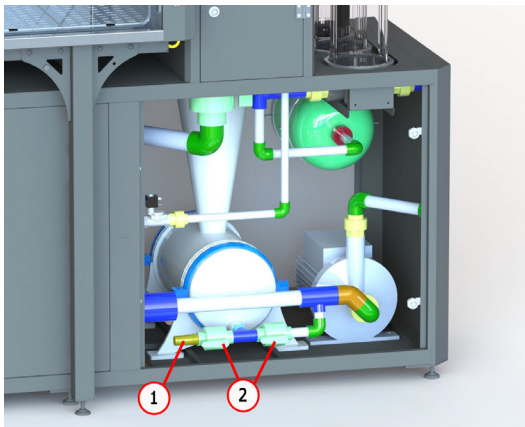

Рисунок 50
2. З'єднайте шланг 1", підключений до штуцера поз. 1 рис. 50, з ємністю збору відпрацьованої води. Ємність повинна знаходитися нижче рівня підлоги комплексу.